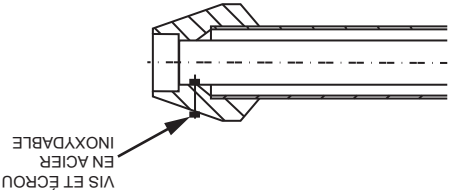

Figure 31. Pose du chapeau pare-pluie
Remarque : Plutôt que de coller le petit tuyau au chapeau pare-pluie, une vis en acier inoxydable (non fournie) peut être utilisée pour attacher les deux pièces l'une à l'autre si la possibilité de démontage est souhaitée pour le nettoyage. Voir Figure 31 (page 35).
- A. Coller le raccord concentrique en Y sur le tuyau de grand diamètre du nécessaire. Voir *Figure 31*.
- B. Coller le chapeau pare-pluie sur le tuyau de petit diamètre du nécessaire. Voir *Figure 31*.
Plutôt que de coller le petit tuyau au chapeau pare-pluie, une vis en acier inoxydable peut être utilisée pour attacher les deux pièces l'une à l'autre si la possibilité de montage est souhaitée pour le nettoyage. Voir *Figure 31*. Trouver le creux pour la vis sur l'extérieur du chapeau pare-pluie; à cet endroit, percer un trou de 3/16 po dans le chapeau et la paroi du tuyau intérieur perpendiculairement au tuyau intérieur et **NON** à l'extérieur du chapeau; enfiler la vis et serrer l'écrou sans forcer.